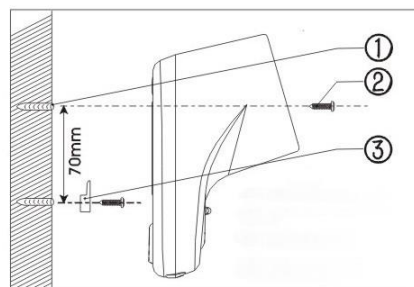

Fig. 2
- ❶ Bohrung von 2 Löchern senkrecht untereinander, mit einem senkrechten Abstand von 70 mm wie in Fig. 2 angewiesen. 6 mm Bohrer verwenden. Die beigefügten Dübel in die Löcher einsetzen und den in Fig. 2 mit ❸ markierten Kunststoffbeschlag fest in das untere Schraubenloch schrauben.
- ❷ Die Rückwand des Halters über den Plastik-Beschlag führen, wodurch sie am Beschlag fixiert wird. Den Halter fest an die Wand schrauben.
- ❶ Bohrung von 2 Löchern senkrecht untereinander, mit einem Abstand von 70 mm wie in Fig. 2 angewiesen. 6 mm Bohrer verwenden. Die beigefügten Dübel in die Löcher einsetzen, und den in Fig. 2 mit ❸ markierten Kunststoffbeschlag fest in das untere Schraubenloch schrauben.